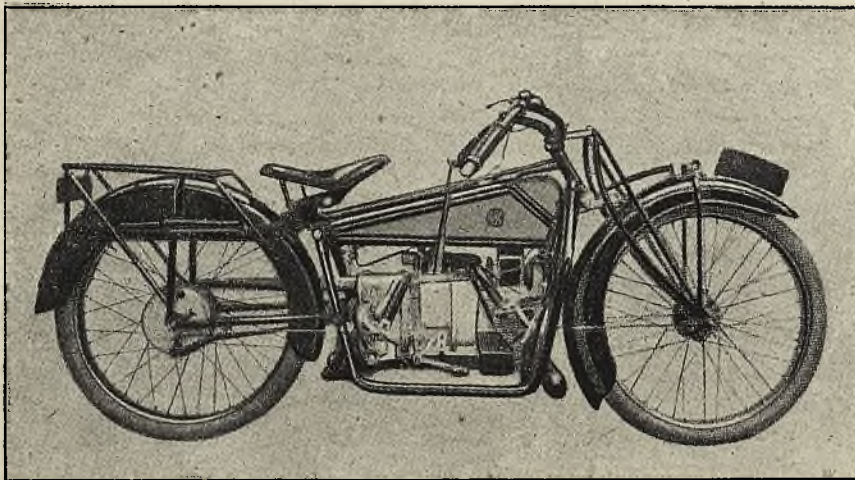

Fig. 26.
A. B. C. — Fabryki Gnome et Rhone produkują motocykle A. B. C. (fig. 26). Motocykle te są projektu tychże samych inżynierów, którzy stworzyli słynny motor samolotów A. B. C.